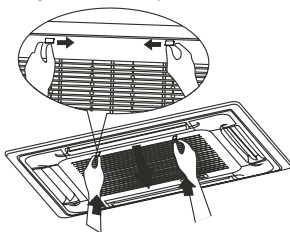
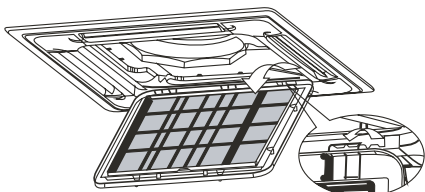

Рис. 15.1
Рис. 15.2
- Одновременно сдвиньте фиксаторы решетки, как показано на рис. 15.1. Затем потяните вниз решетку воздухозаборного отверстия (вместе с воздушным фильтром, как показано на рис. 15.2). Потяните решетку воздухозаборного отверстия вниз под углом 45° и приподнимите, чтобы снять ее.